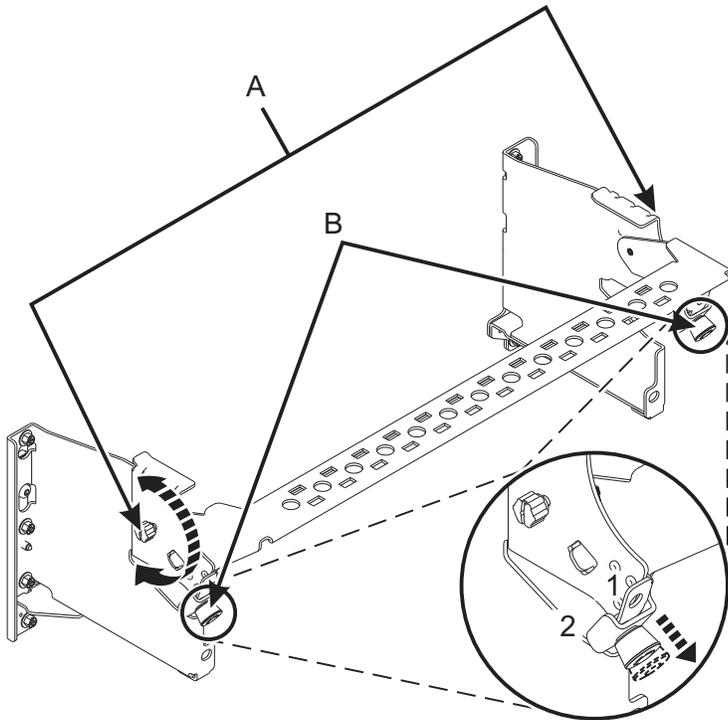

Figura 36. Colocar o suporte de gestão de cabos na posição de funcionamento
6. Coloque o suporte de gestão de cabos na posição de funcionamento. Consulte Figura 36 na página 36.